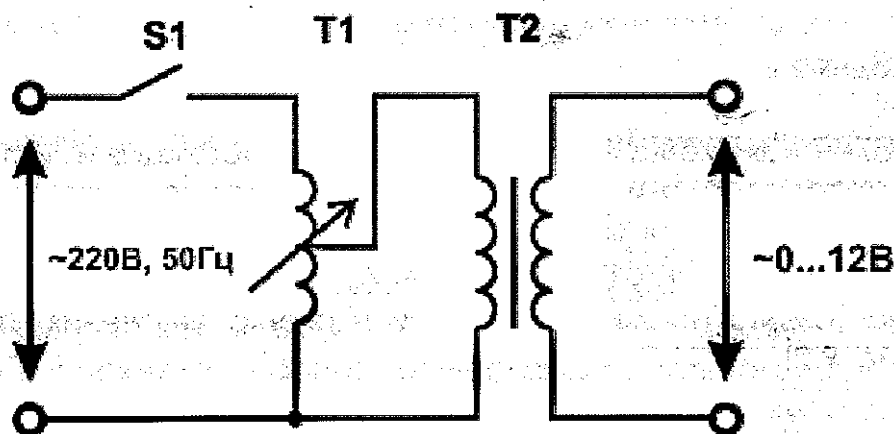

Рис. 8.4.
**Примечание.** В качестве источника изменяемого переменного напряжения для гальванической развязки от сети 220В необходимо использовать включение ЛАТРа через однофазный трансформатор стенда. (Рис. 8.4.). Возможен также вариант - в качестве источника переменного напряжения использовать блок «ФУНКЦИОНАЛЬНЫЙ ГЕНЕРАТОР» (синус 50Гц...200Гц). Блок «ИЗМЕРИТЕЛЬ МОЩНОСТИ» стенда показывает значение косинуса угла непосредственно, если необходимо перевести его в значение угла, то используйте инженерный калькулятор.